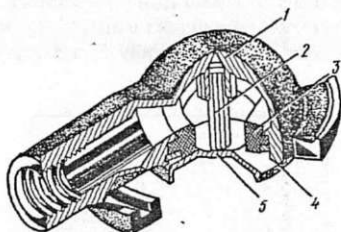

Рис.9. Головка соединительная типа «Б»:
4.7.3. Головка соединительная типа «Б» (рис.9) предназначена для соединения воздухопроводов прицепа и трактора. Перед соединением головок прицепа и трактора откройте крышку головки трактора, нажмите на клапан и, повернув рукоятку разобщительного крана на тракторе, продувайте головку. Затем закройте разобщительный кран, откройте крышку головки прицепа и соедините головки прицепа и трактора, вновь откройте разобщительный кран для подвода воздуха к прицепу.